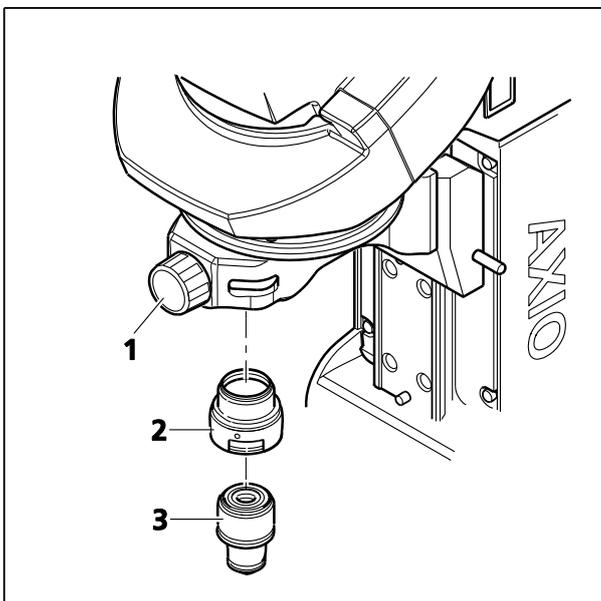

图 3-34 安装用于 45 mm 物镜的适配器
- 使用拨动旋钮 (图 3-34/1) 将物镜座移动到工作位置。
- 拧入 30 mm 适配器 (图 3-34/2)。
- 将物镜 (图 3-34/3) 拧入 30 mm 适配器。